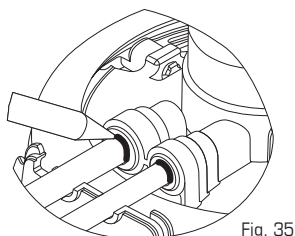

Fig. 35
4. **Dibuje** una línea con una pluma en la parte superior de cada tubo donde se conecta cada uno a los anillos del purificador de agua. (Fig. 35).